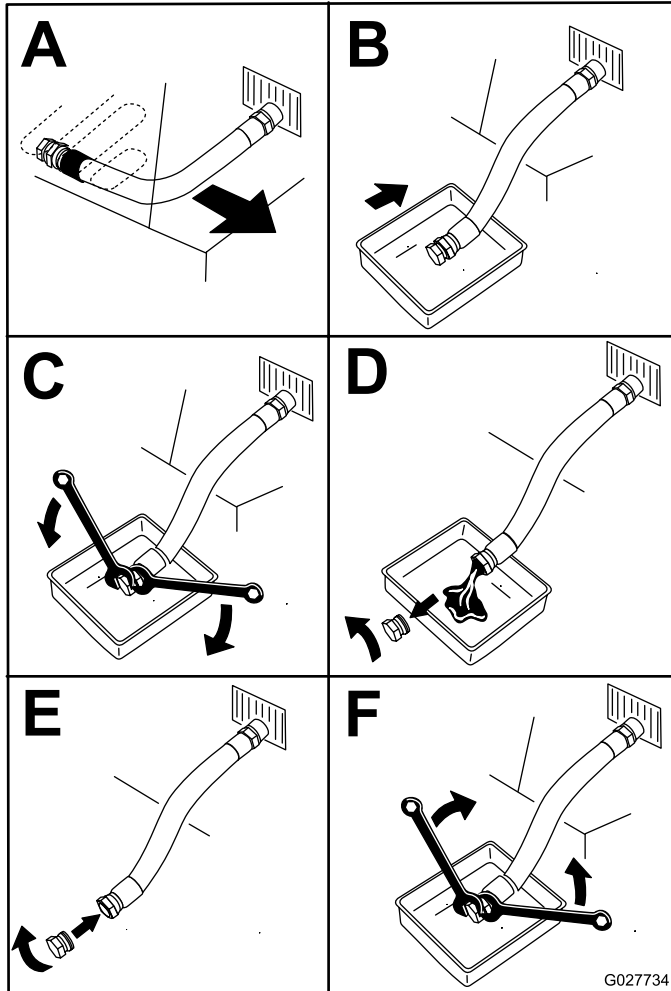

Figure 45
4. Vidangez l'huile moteur, comme montré à la Figure 45.